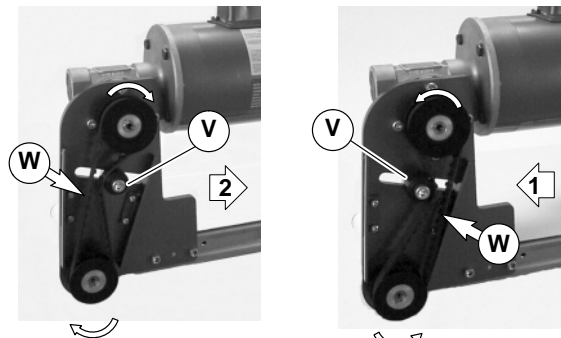

Abbildung 9
8. Je nach Laufrichtung des Fördergurtes (Richtung 1 oder 2) Lage der Zahnriemen-Spannvorrichtung wie gezeigt positionieren (V siehe Abbildung 9). Zahnriemen so spannen, bis eine Durchbiegung von 3 mm bei einer Kraft von 0,5 kg am mittleren - Punkt (W) des Zahnriemens erreicht ist. Die Spannschraube mit 12 Nm festziehen.
3. Je nach Laufrichtung des Fördergurtes (Richtung 1 oder 2) Lage der Zahnriemen-Spannvorrichtung wie gezeigt positionieren (V siehe Abbildung 9). Zahnriemen so spannen, bis eine Durchbiegung von 3 mm bei einer Kraft von 0,5 kg am mittleren - Punkt (W) des Zahnriemens erreicht ist. Die Spannschraube mit 12 Nm festziehen.
5. Je nach Laufrichtung des Fördergurtes (Richtung 1 oder 2) Lage der Zahnriemen-Spannvorrichtung wie gezeigt positionieren (V siehe Abbildung 9). Zahnriemen so spannen, bis eine Durchbiegung von 3 mm bei einer Kraft von 0,5 kg am mittleren - Punkt (W) des Zahnriemens erreicht ist. Die Spannschraube mit 12 Nm festziehen.